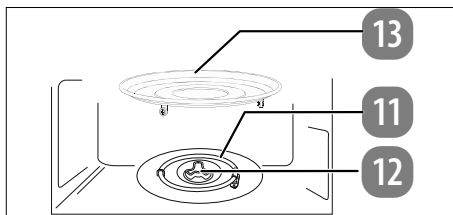

Abb. 5 – Drehteller einsetzen
- ▶ Legen Sie dann den Drehteller mittig auf die Antriebswelle (**siehe Abb. 5**), so dass die Stege des Drehtellers in den Aussparungen an der Antriebswelle liegen.